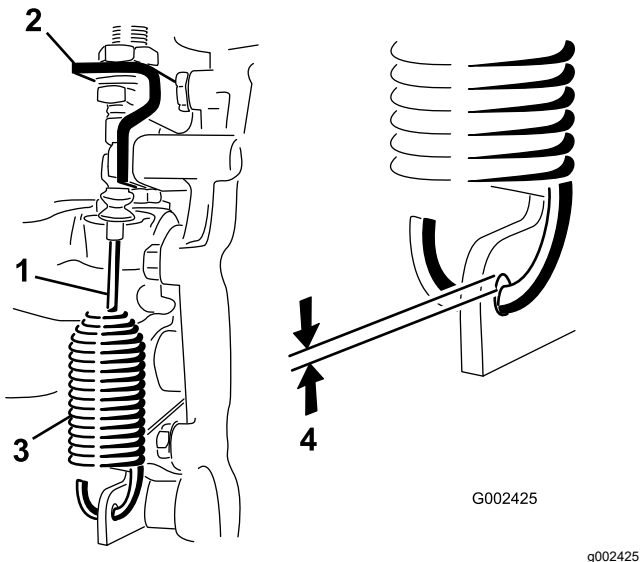

Bild 55
2. Lösen Sie die Klemmmuttern, mit denen das Differenzialsperrkabel am Getriebe befestigt ist (Bild 55).